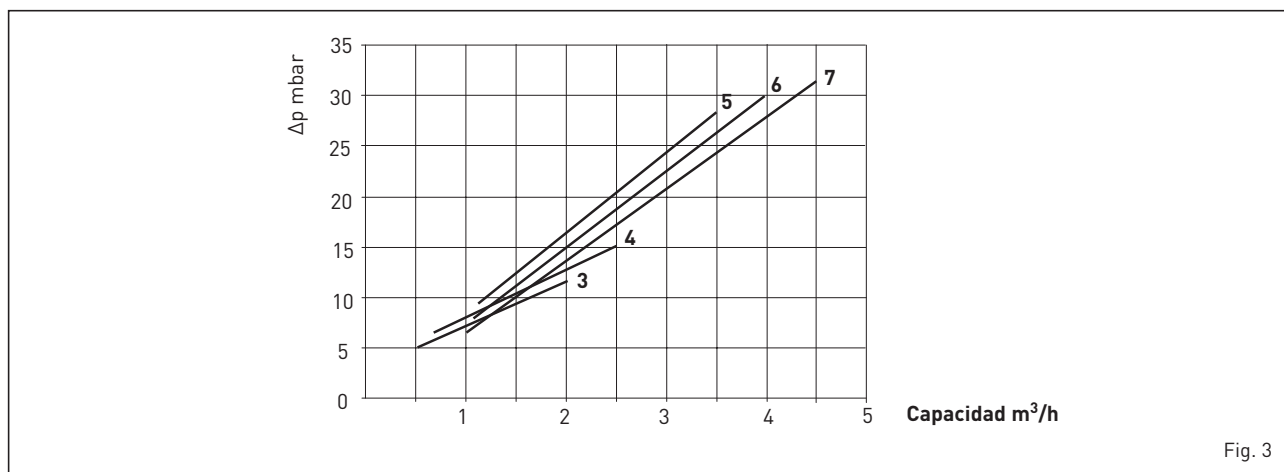

Fig. 3
3.4 PÉRDIDAS DE CARGA (fig. 3)